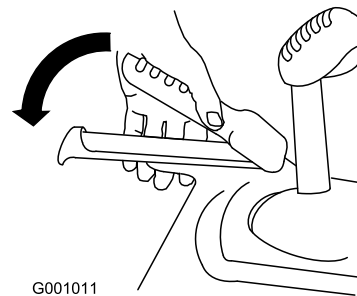

Рисунок 35
1. Для включения привода тяги прижмите левый рычаг (тяги) к рукоятке (Рисунок 35).